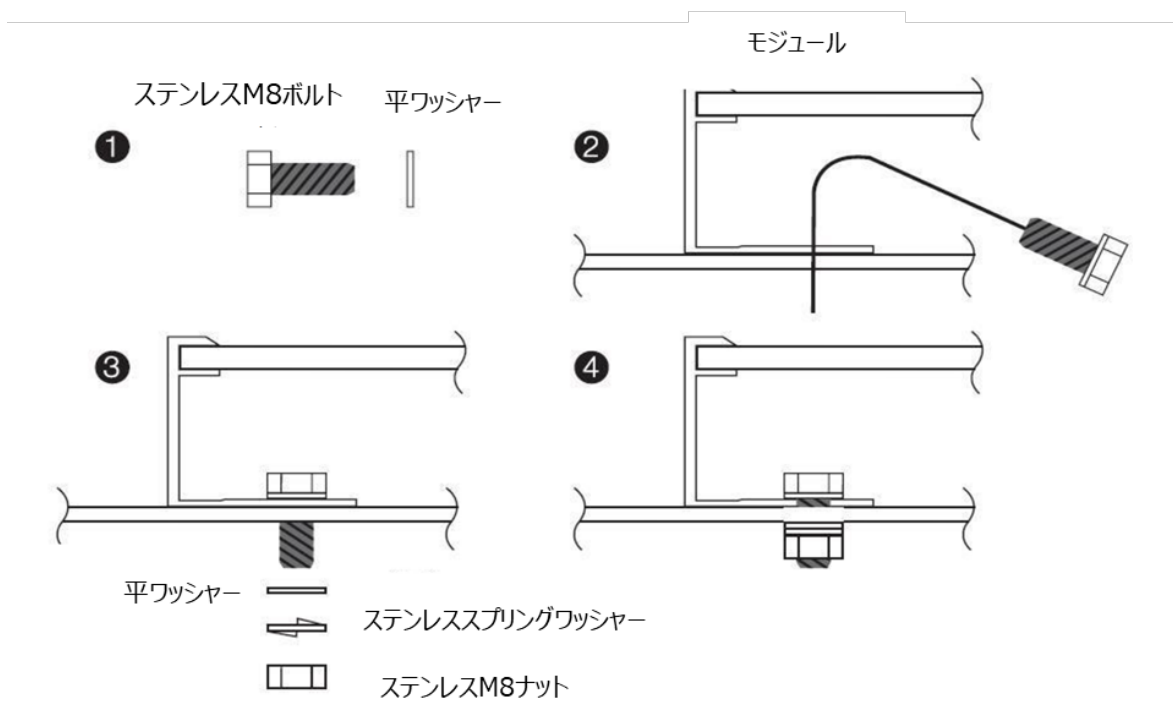

図 5-1 ボルト設置方式
- 設置方法は図 5-1 をご参照ください。もし、非アルミ材の架台を利用する場合、電位腐食防止のため、モジュールのフレームと架台間に絶縁材をご使用ください。